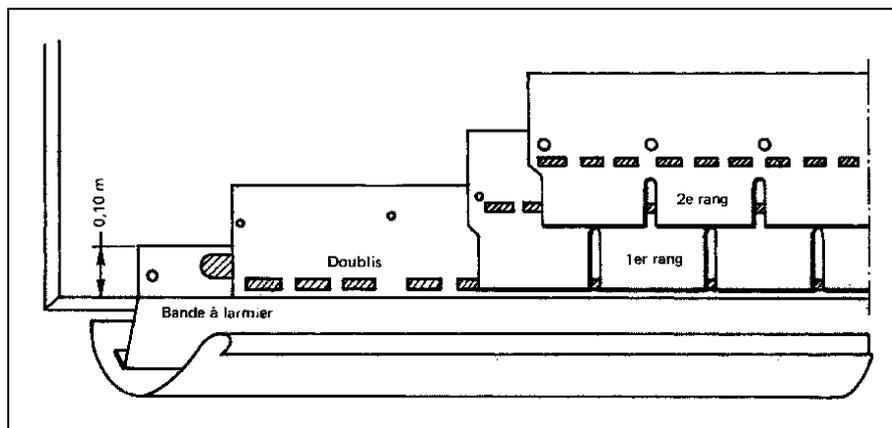

Figure 8 : Egout droit
- soit par un rang de bardeaux posés normalement, dont on aura coupé les jupes au niveau des encoches (figure 8).